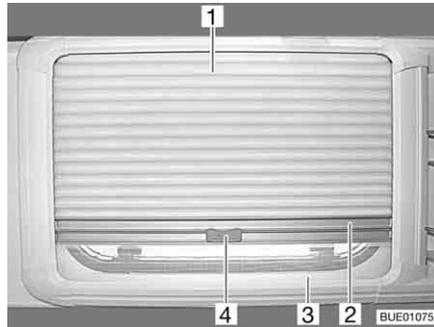

Fig. 52 Finestra apribile
- Afferrare la tendina oscurante pieghevole (Fig. 52,1) per la parte centrale della barra di presa (Fig. 52,2), tirarla dall'alto verso il basso e rilasciarla nella posizione desiderata. La tendina oscurante pieghevole rimane in questa posizione.
- Tirare la zanzariera a rullo (Fig. 52,3) per la maniglia (Fig. 52,4) verso l'alto fino a quando non si trova in contatto con la tendina oscurante pieghevole (Fig. 52,1).
- Inclinare la maniglia (Fig. 52,4) della zanzariera a rullo.